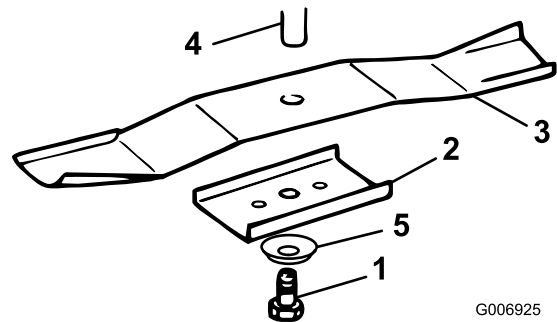

Figura 34
3. Togliete il bullone (chiave 5/8 pollice), rondella curva, ancoraggio e lama (Figura 34). In sede di
1. Montate le lame, i fermi, le rondelle curve (lato concavo verso la lama) ed i bulloni delle lame (Figura 34).